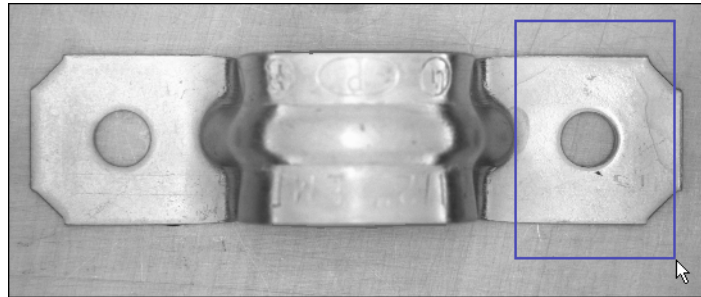

図 4-4 2 番目の検索範囲の選択
13. 図 4-4 のように、関心領域をブラケットの右側に**長方形ツール**で描きます。IMAQ Vision Builder は、テンプレートを長方形で囲まれた領域内に自動検出し、一致度と位置を表示します。